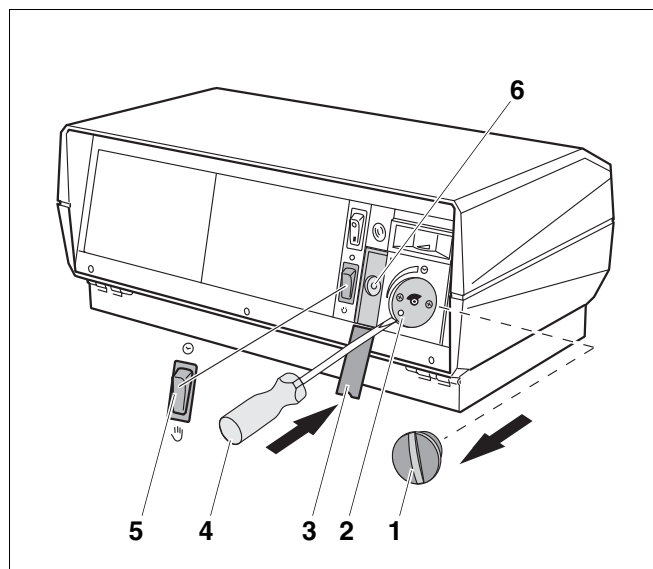

Abb. 78 STB prüfen und entriegeln
- Bei eingebauter Siegercontrol-Regelung den Betriebsartenwahlschalter (Abb. 78, **Pos. 5**) auf „“ (Handbetrieb) stellen.
- Reglerknopf des Kesselwasser-Temperaturreglers (Abb. 78, **Pos. 1**) abziehen.
- Taste „Test STB“ (Abb. 78, **Pos. 2**) mit einem Schraubendreher (Abb. 78, **Pos. 4**) drücken und gedrückt halten, bis der STB auslöst.
- Reglerknopf des Kesselwasser-Temperaturreglers (Abb. 78, **Pos. 1**) wieder aufstecken.
- Betriebsartenwahlschalter (Abb. 78, **Pos. 5**) auf „“ (Automatik-Betrieb) stellen.
- Abdeckklappe des STB (Abb. 78, **Pos. 3**) öffnen.
- Entriegelungsknopf des STB (Abb. 78, **Pos. 6**) drücken.
- Abdeckklappe des STB (Abb. 78, **Pos. 3**) schließen.